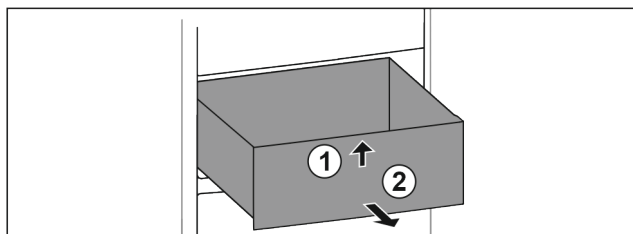

Fig. 75
- Lyft upp utdragslåda framtill. Fig. 75 (1)
- Ta ut utdragslåda genom att dra den framåt. Fig. 75 (2)